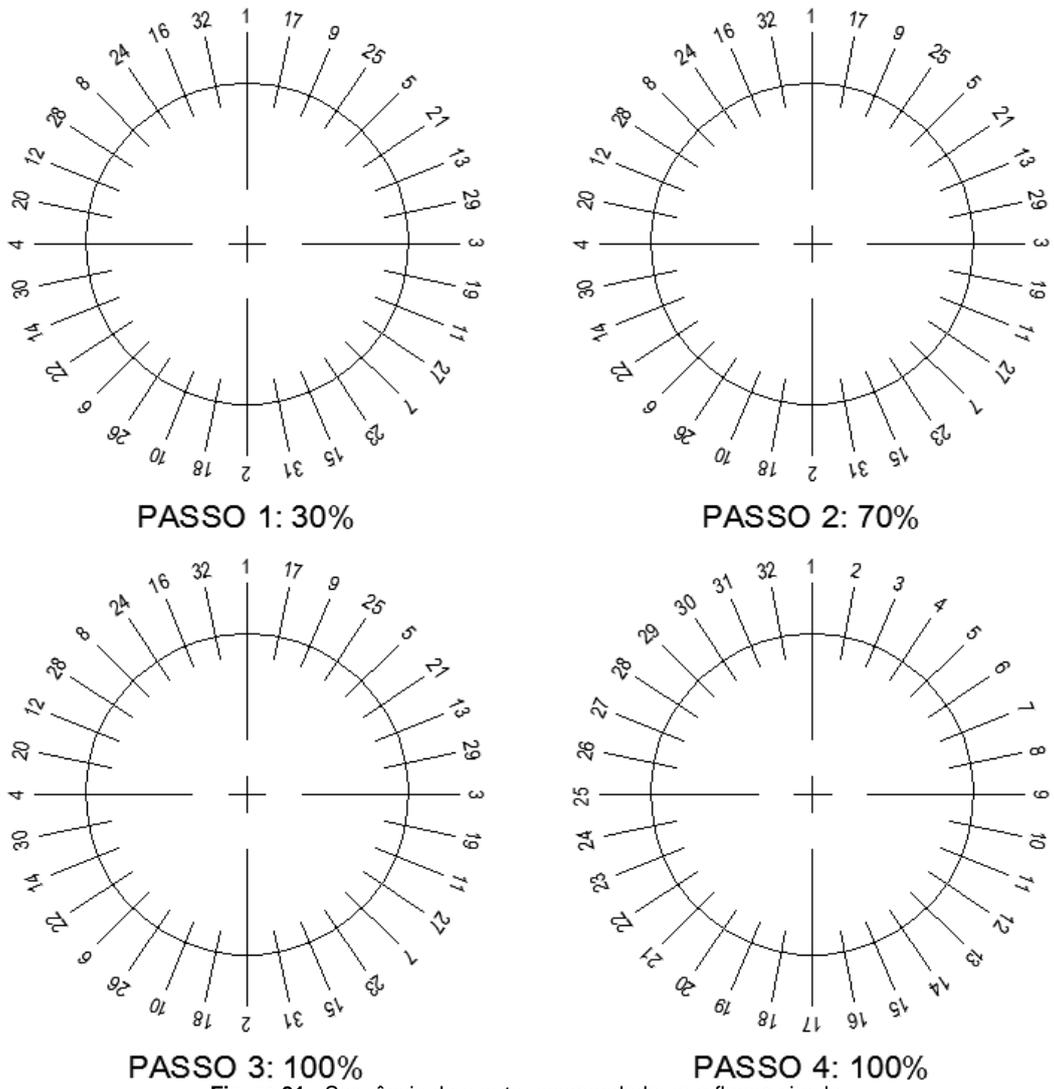
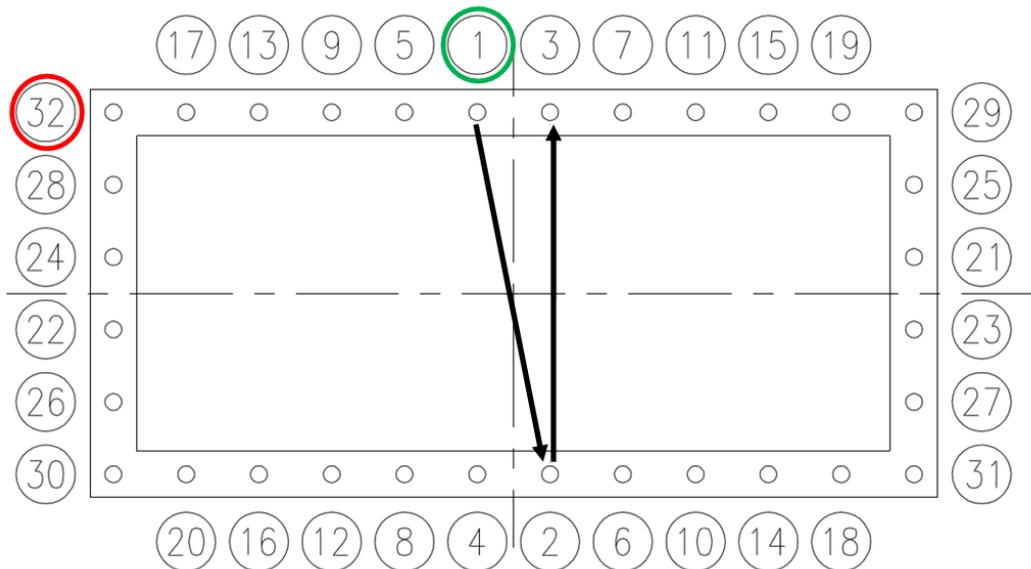

Figura 31 - Sequência de aperto recomendado para flange circular
Figura 32 - Sequência de aperto recomendado para flange quadrado ou retangular
- * Para sequência de aperto observar **Figura 31** e **Figura 32**.
Realizar a sequência de a **Figura 31 e 32**.